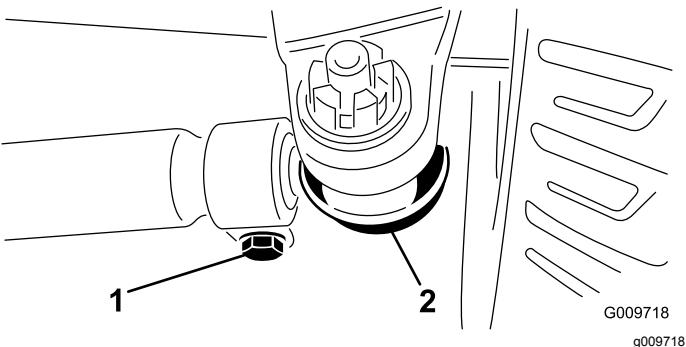

Figura 62
2. Para ajustar, remova o perno de gancho e a porca de cada uma das rótulas da barra de ligação (Figura 62). Remova a rótula da barra de ligação do suporte do eixo.
3. Desaperte as abraçadeiras que estão em ambas as extremidades das barras de ligação (Figura 62).
4. Rode a rótula desligada para dentro ou para fora uma (1) volta completa e aperte o grampo na extremidade solta da barra de ligação.